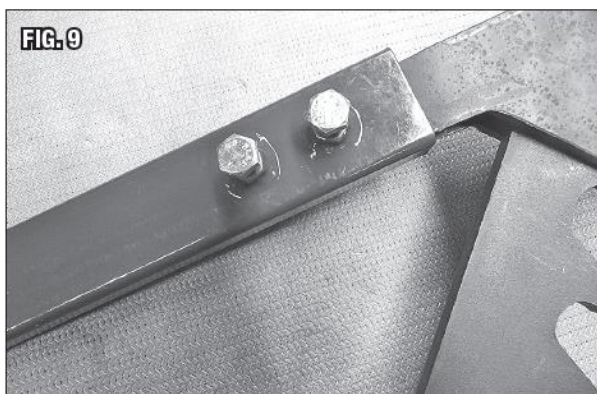

Рис. 9
5. На храповый рычаг (Р) можно установить дополнительную рукоятку (Рис. 9).